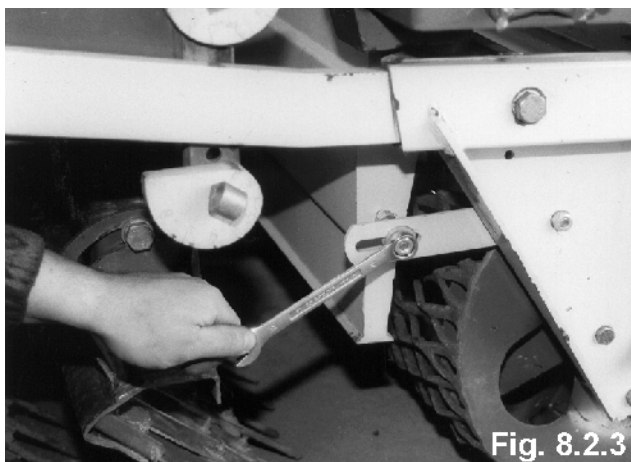

Fig. 8.2.3
- Løsn de to møtrikker M10 på begge sider af slisken (fig. 8.2.3).